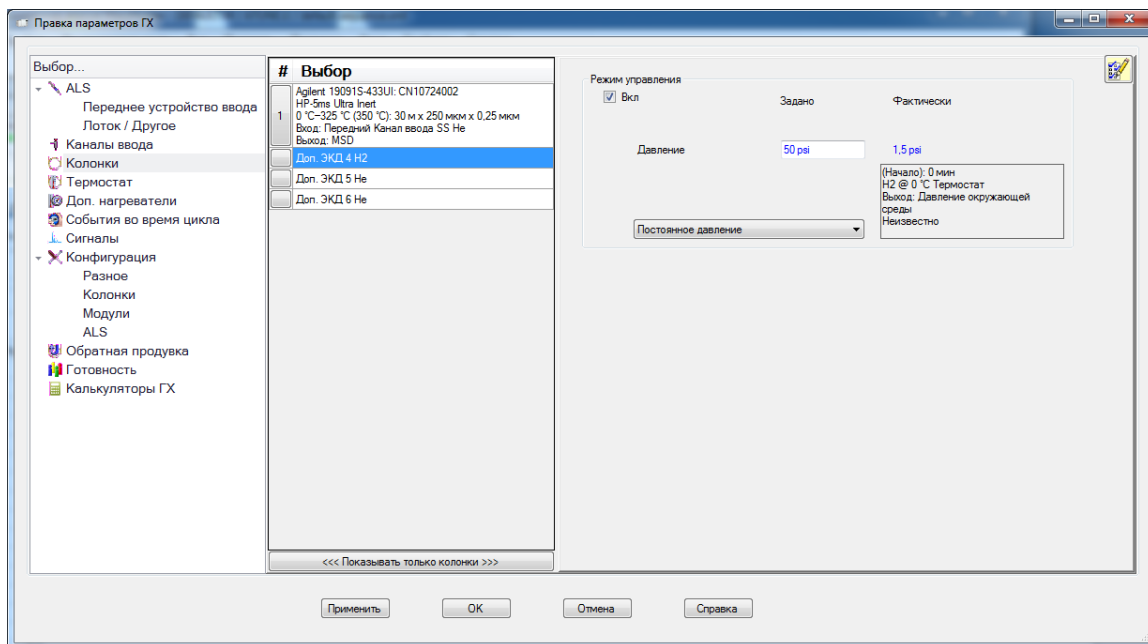

Рисунок 13 Установка расхода водорода для самоочищающегося источника ионов
- 3 В поле **Выбор** слева выберите **Доп. ЭКД 4 H2**. См. Рисунок 13. Включите давление и задайте значение 345 кПа (50 psi) в режиме **Постоянное давление**.
- 3 В поле **Выбор** слева выберите **Доп. ЭКД 4 H₂** и выключите давление. (См. Рисунок 13 на стр. 89.)